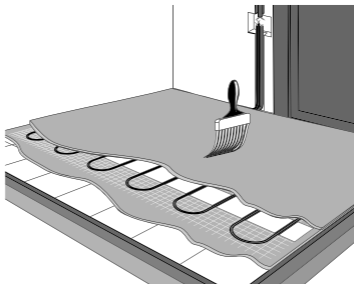

Рис. 4
16. Залейте нагревательный мат слоем раствора для крепления плитки толщиной 5–8 мм и дайте ему высохнуть в соответствии с инструкцией по применению используемой плиточной смеси. (рис. 4).